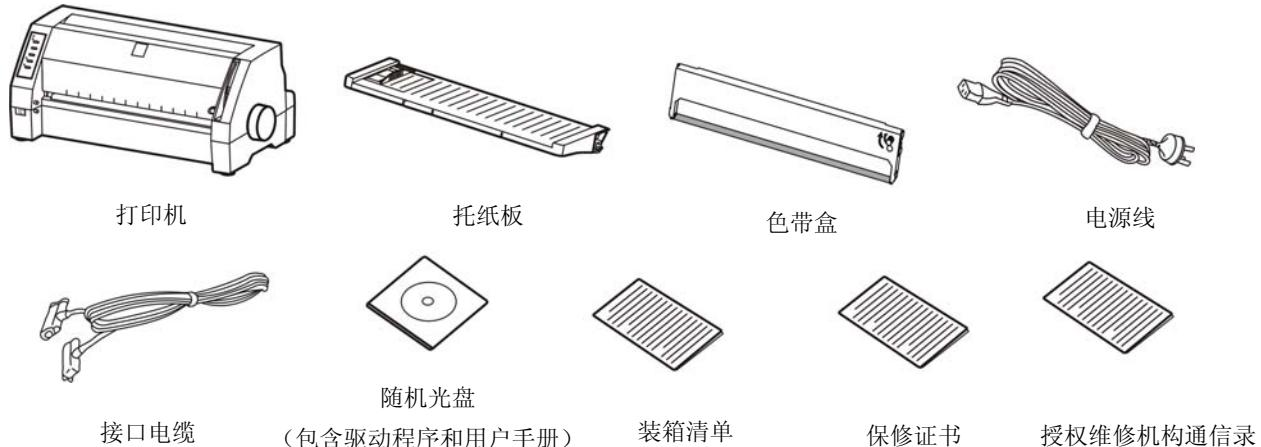

图 2-1 包装箱内物品清单
在打印机包装箱内，应具有以下物品：(1) 打印机；(2) 托纸板；(3) 色带盒；(4) 电源线；(5) 接口电缆；(6) 随机光盘；(7) 装箱清单；(8) 保修证书；(9) 授权维修机构通信录。请核对图 2-1 所示物品清单。如有任何东西遗失，请联络经销商。